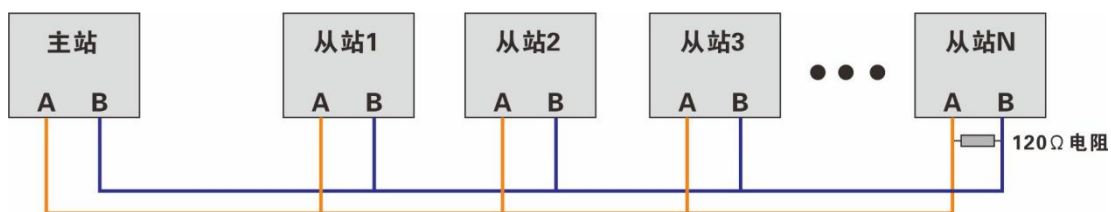

图 4.4
2、总线上挂接的设备较多时为避免信号反射应在距离最远的一台设备通信口 AB 间并接一个 120 欧姆匹配电阻如图 4.4。